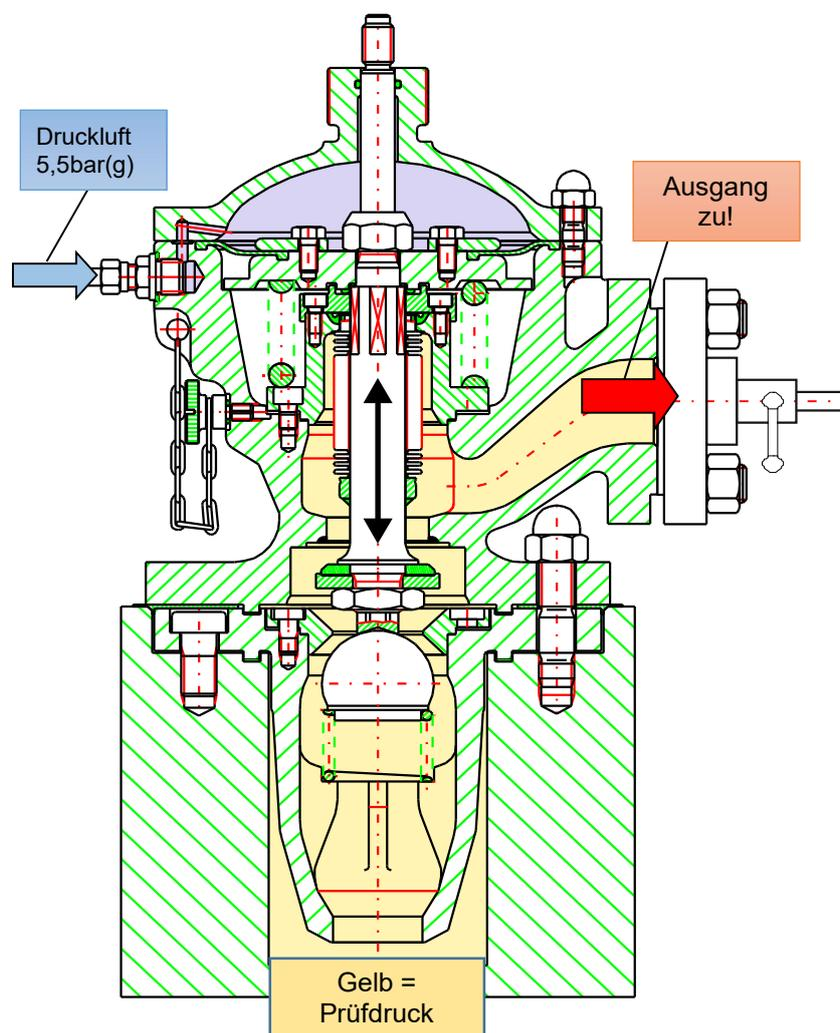

Bild 16: Pneumatische Dichtheitsprüfung der Ventilbaugruppe
5.4 Pneumatische Dichtheitsprüfung der Ventilbaugruppe, Bild 16 - FÜR NEUE UND INSTANDGESETZTE VENTILE - Vergleichbar mit dem in Abschnitt 4.2 beschriebenen Test